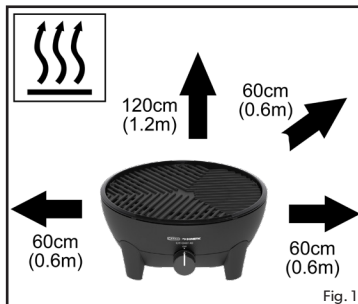

Fig.1
- Assurez-vous que l'appareil est utilisé à distance de toute matière inflammable. Distances de sécurité minimales : au-dessus de l'appareil : 1.2m, à l'arrière et sur les côtés : 60cm (Fig.1).